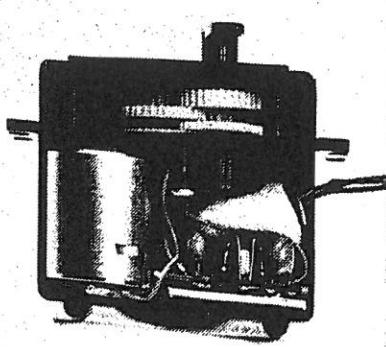

Fig 4. Servot öppnat. Här framgår hur kretskortet placeras i det trånga utrymmet.
(6) och (7). Se till att det är tätt överallt.
Fig 4. Här är bak- och sidostyckena monterade. När bitarna (10) har fästs i bottenplattan, har framstycket (11) använts som mått. Bit (5) kan med fördel göras så bred att den går ända fram till bitarna (10). Det ger extra stadga åt kaviteten bakom högtalaren.